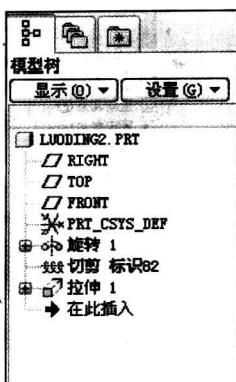

图 1.10 特征模型树
(5) 特征模型树。图 1.10 所示为特征模型树，可通过特征模型树清晰地了解到产品建模的顺序和特征之间的父子关系，也可以直接在模型树上选取特征进行编辑和操作。